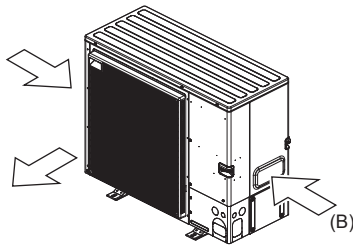

Fig. 2-6
- (3) Posicione a unidade de forma a que o ar seja libertado perpendicularmente à direcção do vento, se possível. (Fig. 2-6)